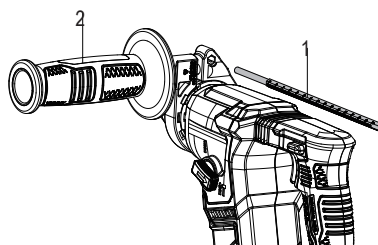

Fig.3
Un profundímetro (1) ayuda a garantizar que los orificios se taladren a una profundidad uniforme. Para instalarlo, afloje la empuñadura auxiliar (2) e inserte el calibrador de profundidad (1) en el orificio de la empuñadura. Ajustelo a la profundidad deseada y apriete la empuñadura auxiliar (2). Asegúrese de que el medidor de profundidad (1) no entre en contacto con el cuerpo principal de la herramienta para garantizar la precisión (Fig.3).